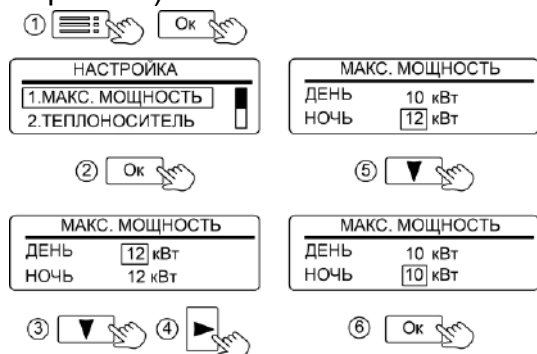

Рисунок 16. Настройка мощности прибора
**11.1.1 «1.МАКС. МОЩНОСТЬ»** - значение максимальной мощности прибора при его работе. При необходимости возможно ограничение мощности (см. рис. 16).